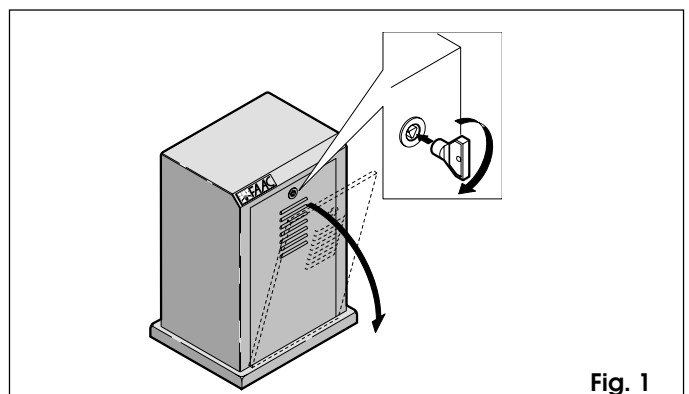

Fig. 1
- Ouvrir le capot frontal du carter protecteur avec la clé triangulaire fournie (voir fig. 1).